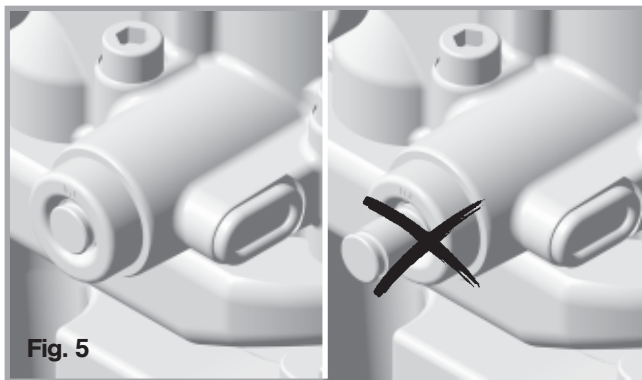

Fig. 5
**Controllo:** Dopo ogni operazione di agganciamento è assolutamente necessario controllare il corretto posizionamento del gancio. Dopo l'agganciamento, il perno di controllo non deve sporgere dalla sua guida (v. fig. 5).